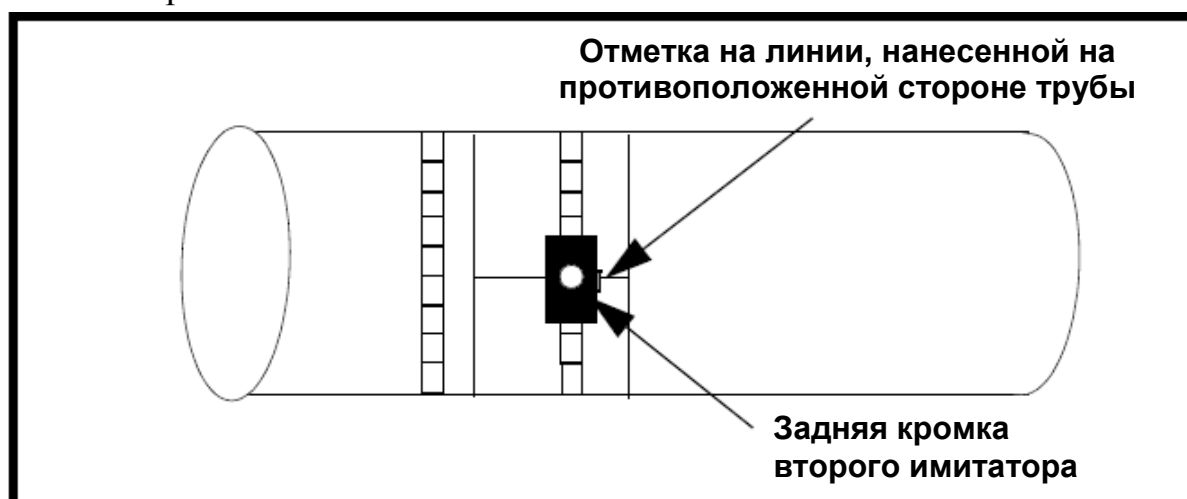

Рис. 3-20: Установка задней кромки скобы и нанесенной линией на противоположенной стороне (180°) трубы
4. Выровняйте *другой* край удерживающей скобы приспособления CFG-PI по нанесенной линии и натяните цепь или ленту, как показано ниже на рис. 3-20.